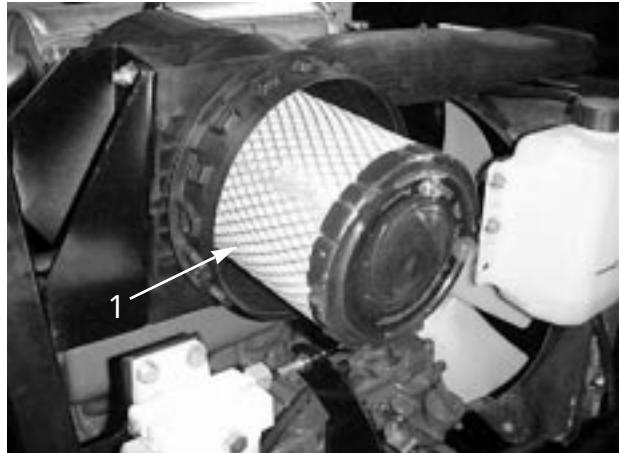
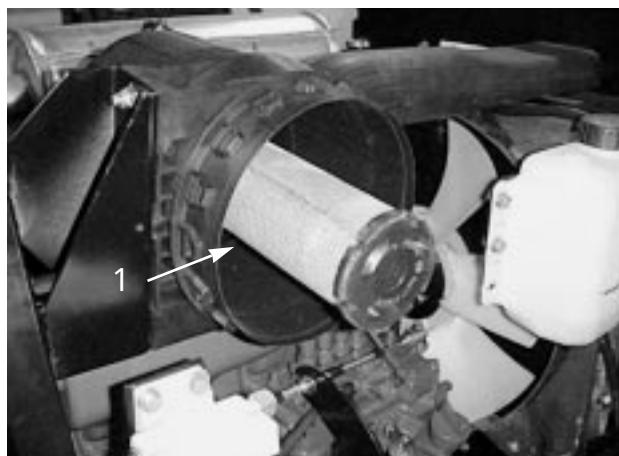

図29
図30
2. 一次フィルタ(図29)を静かに引き出す。ごみが落ちるので、フィルタをボディーに打ちつけないよう注意すること。また、安全フィルタ(図30)は取り出さないこと。
重要 安全フィルタ(図30)は絶対に洗わないでください。安全フィルタは、一次フィルタの3度目の整備時に新品に交換します。